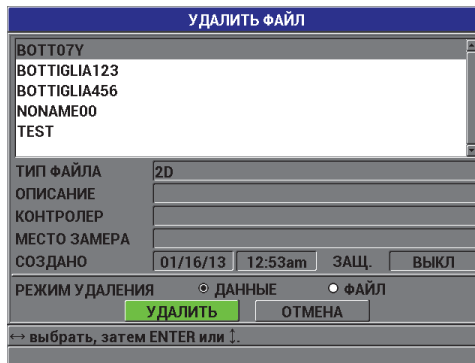

Рис. 7-12 Экран **УДАЛИТЬ ФАЙЛ**
2. В окне **УДАЛИТЬ ФАЙЛ** (см. Рис. 7-12 на стр. 131) выберите файл, который вы хотите удалить.